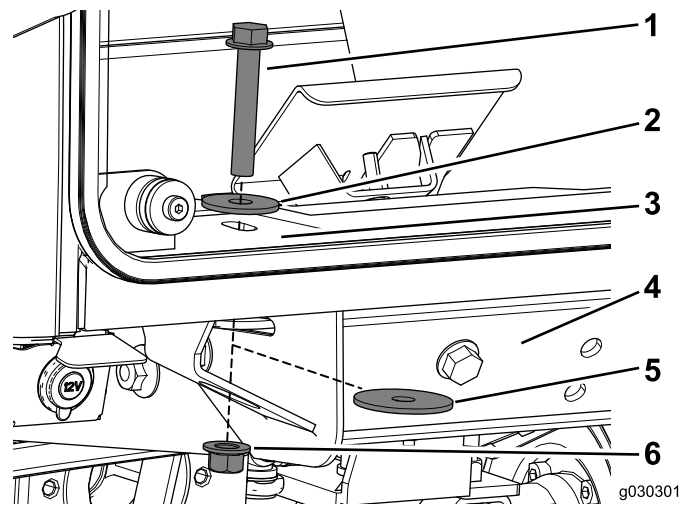

Figura 24
7. Utilize um parafuso (1/2 x 3 pol.), uma anilha de encosto, uma anilha grande e a porca de bloqueio para prender a cabina às montagens frontais na máquina (Figura 24).